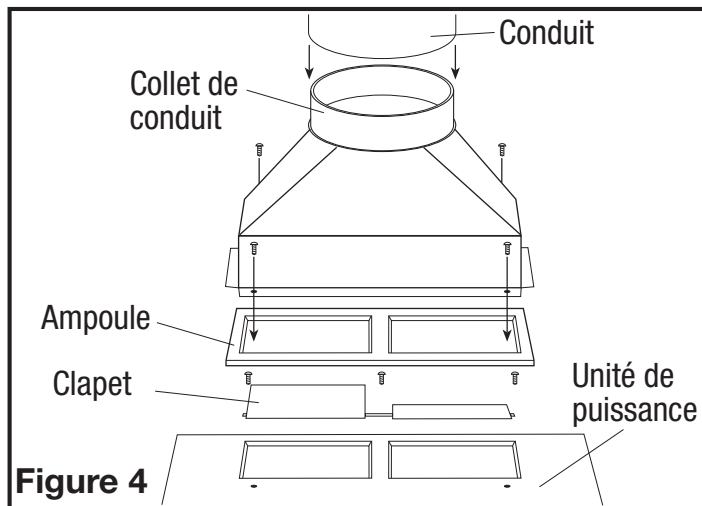
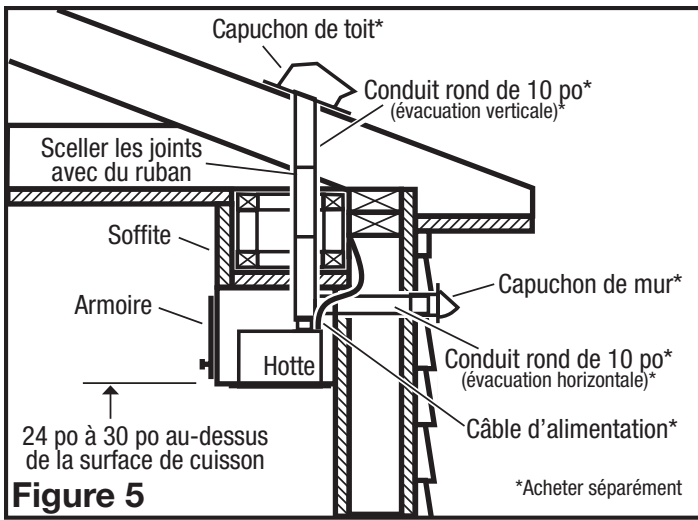

Figure 4
Figure 5
1. Installez le registre inclus dans la hotte à l'aide de trois des vis à pointe émaillée n° 6 fournies. Décollez le dos du joint inclus et, tout en tenant les amortisseurs en position verticale, installez le joint sur le capot. Assurez-vous d'aligner les trous et les coupures rectangulaires pour vous assurer que les amortisseurs s'ouvrent facilement. Installez le collier de conduit inclus dans la hotte avec quatre des vis à pointe émaillée n° 6 fournies. (**Figure 4**). Assurez-vous que les joints des conduits et les pénétrations extérieures sont scellés avec du mastic ou tout autre matériau similaire pour créer un passage d'air étanche afin de minimiser la perte ou le gain de chaleur et réduire le risque de condensation. Placez / enveloppez l'isolant autour du conduit et / ou ventilateur afin de minimiser la possibilité d'accumulation de condensation à l'intérieur du conduit, ainsi que la perte ou le gain de chaleur (**Figure 5**).
2. Quand il y a accès au dessus de l'unité, reliez la canalisation au collier de conduit et fixez-la en place en utilisant un ruban adhésif pour sceller tous les joints (Figure 4).